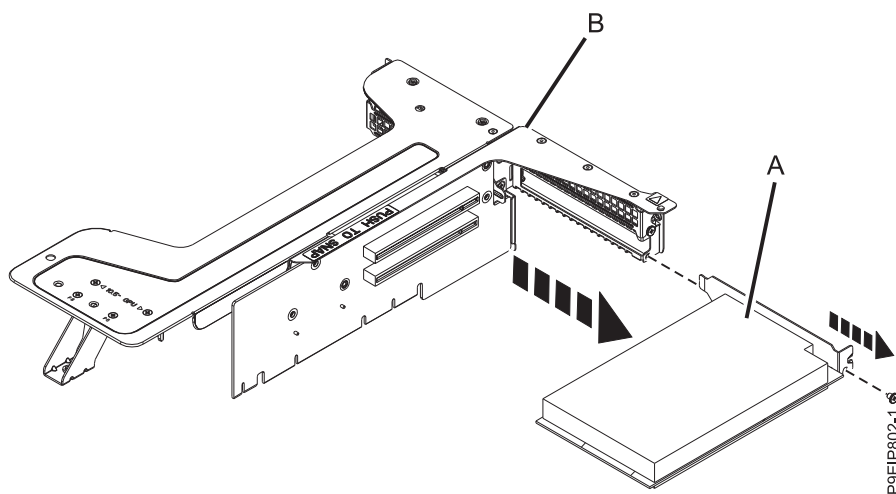

Figura 23. Removendo adaptadores do riser
6. Remover os adaptadores (A) do riser (B), conforme mostrado na Figura 23. Remova o parafuso que segura o suporte sobre trilhos.